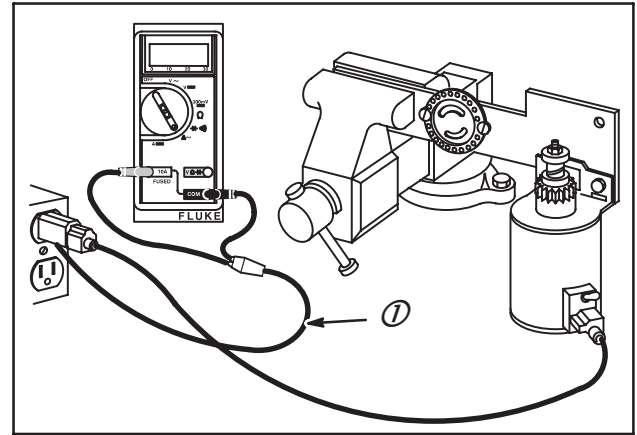

Fig. 29
Multimètre numérique Réf. : 19464 avec shunt C.A. Réf. : 19358 (Plus disponible) ou 19468 (1), Fig. 29.
1. Immobiliser le support de démarreur dans un étau comme indiqué en Fig. 29.